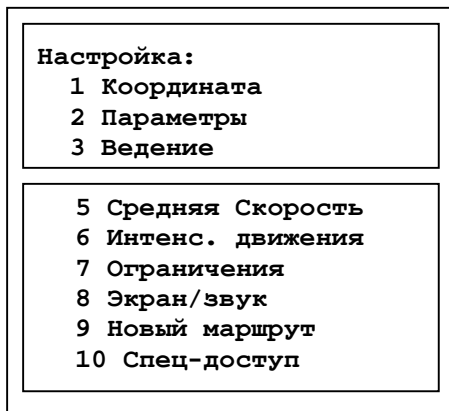

Рисунок 10. Меню «Настройка»
**Ü** В Главном меню подвести курсор к строке **НАСТРОЙКА** и нажать клавишу **M** (Рисунок 10).
Ü В меню **НАСТРОЙКИ** (Рисунок 10) подвести курсор к строке **КООРДИНАТА** и нажать клавишу **M**.
Добавление, редактирования и восстановление временных ограничений скорости производится в подпункте **ОГРАНИЧЕНИЯ** меню **НАСТРОЙКА** (Рисунок 10).
Ü В меню **НАСТРОЙКА** (Рисунок 10) клавишей **M** выбрать пункт **ПАРАМЕТРЫ**, строку **ПОЕЗДКА**, в результате на экране отразится следующее окно: